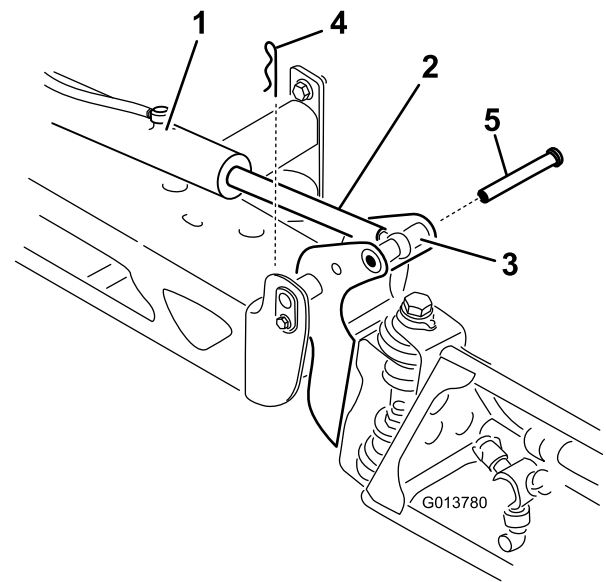

Figura 109
- Levante el brazo, retire el pasador (Figura 109), y baje el brazo lentamente al suelo.
- Retire la chaveta del pasador de giro (Figura 109).
9. Sujetando el brazo, introduzca el pasador a través del pivote del brazo y del émbolo del actuador (Figura 109).